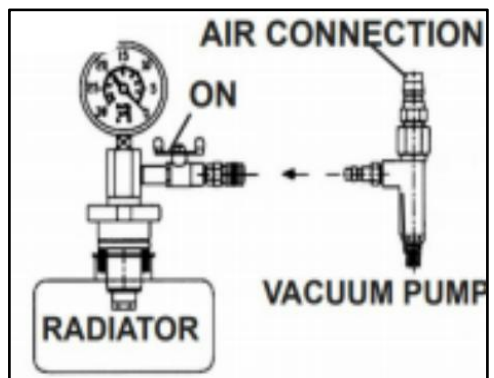

Abb. 2
3. 4 Öffnen Sie das Ventil (Abb. 2) und schalten Sie die Luftzufuhr ein.